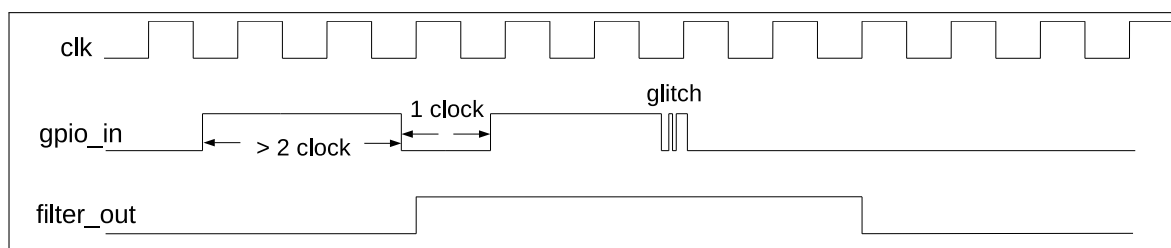

图 5.4-2. GPIO 输入信号滤波时序图
2. 可选：置位 IO_MUX_GPIO n _FILTER_EN 使能 GPIO 管脚的输入信号滤波功能，如图 5.4-2 所示。只有当输入信号的有效宽度大于两个时钟周期时，输入信号才会被采样。否则，输入信号将会被滤掉。